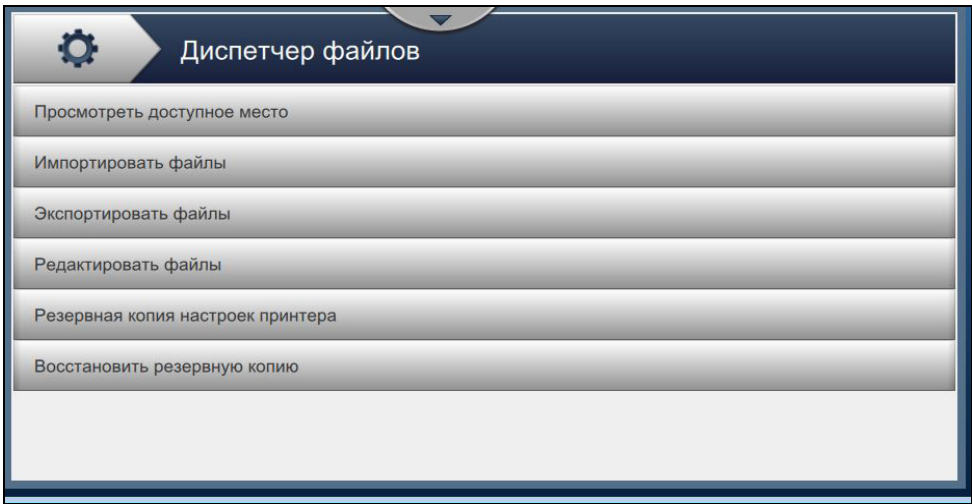

Рис. 6-6: Диспетчер файлов
- 1. Нажмите кнопку на экране «Инструменты». Откроется экран «Диспетчер файлов», как показано на Рис. 6-6.